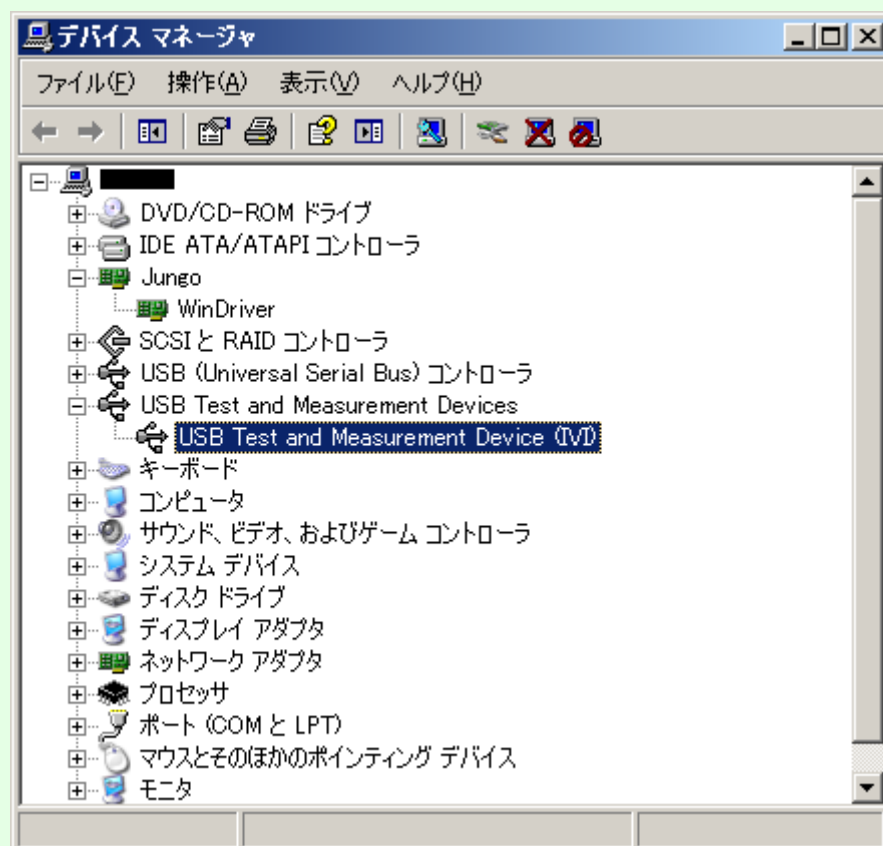
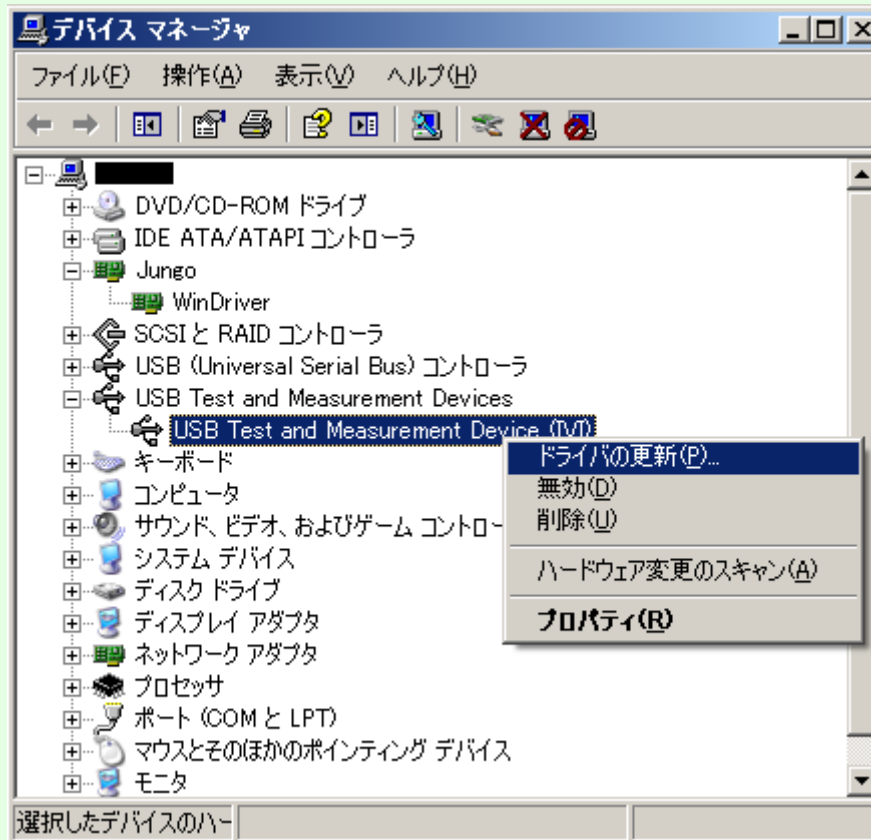

図 1-1
図 1-3
① デバイス・マネージャを表示して現在の設定内容を確認します。NI-VISA ドライバが割り当てられている場合には、ツリー構造で USB Test and Measurement Devices の下に、接続した計測器 USB Test and Measurement Device (IVI)が表示されます。（図 1-1）
- ① デバイス・マネージャの画面を表示（図 1-1）し、変更する計測器 USB Test and Measurement Device (IVI)を選択して右クリックすると、図 1-3 画面の表示になります。